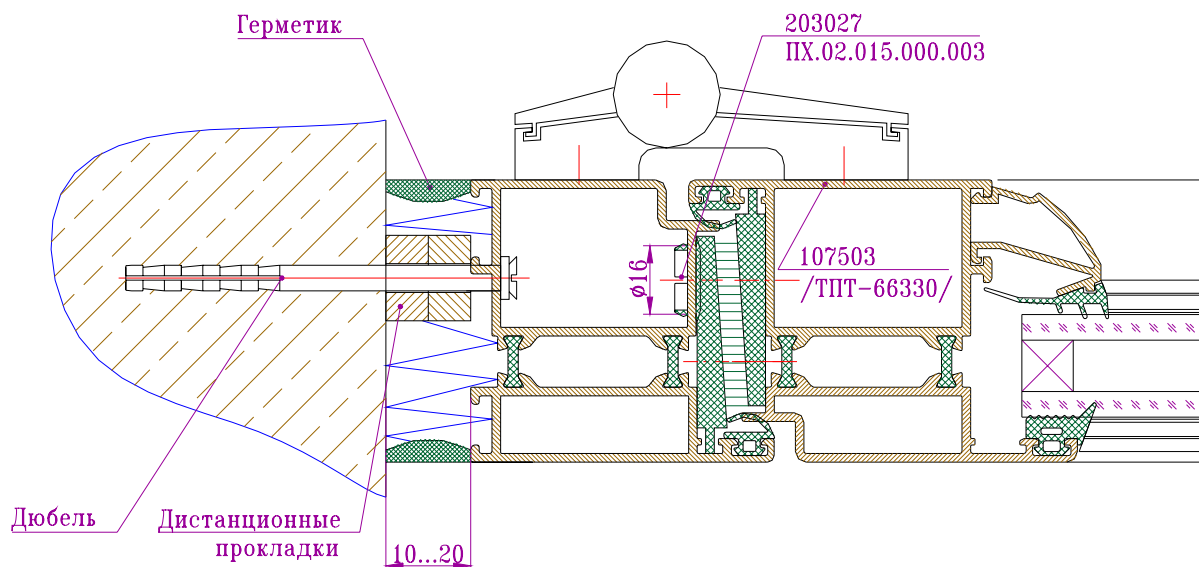

Рис.7-8 Узел крепления дверей дюбелями
- Зафиксировать косяк двери дюбелями (рис.7-8);